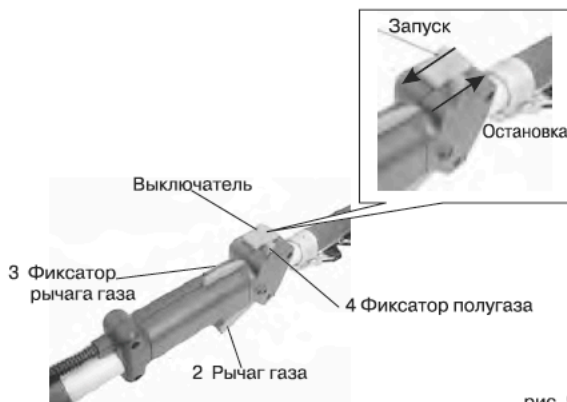

рис. 9
5. Рис. 9: Установите выключатель (1) в положение «Запуск». Зажмите рукой одновременно рычаг газа (2) и фиксатор рычага газа (3). Нажмите до упора фиксатор полугаза (4) другой рукой. Отпустите фиксатор газа, при этом фиксатор полугаза должен остаться включенным.
Остановка двигателя См. рис. 9